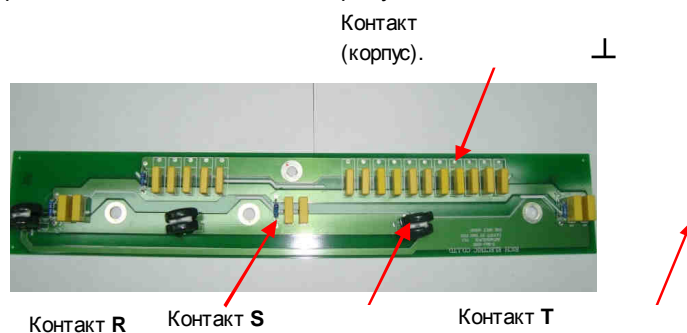

Рис. 4.23. Диагностика платы варисторов
4.12.1. Установить мультиметр в режим измерения сопротивления. Подключить щупы мультиметра и измерить сопротивление между каждой парой контактов согласно рис. 4.23. Показания прибора должны соответствовать обрыву цепи.